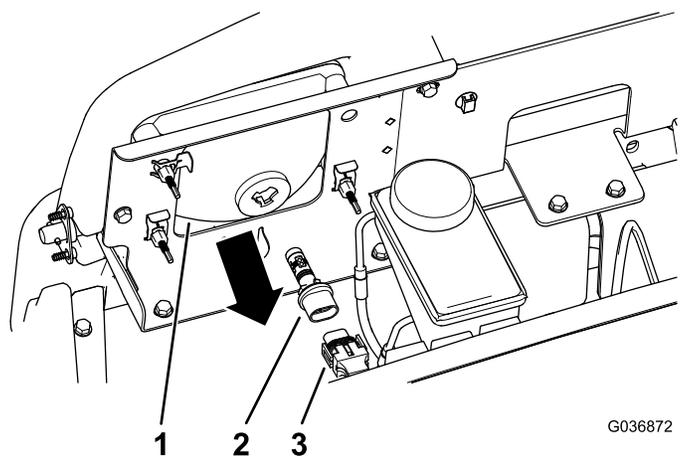

Рисунок 38
3. Отсоедините электрический соединитель жгута проводов от соединителя лампы в сборе в задней части корпуса передней фары (Рисунок 38).
4. Поверните лампу в сборе на $\frac{1}{4}$ оборота против часовой стрелки и одновременно переместите ее назад, чтобы извлечь из корпуса фары (Рисунок 38).
5. Вставьте новую лампу в сборе и корпус фары, совместите выступы в лампе с пазами в корпусе фары (Рисунок 38).
6. Закрепите лампу в сборе, повернув ее на $\frac{1}{4}$ оборота по часовой стрелке (Рисунок 38).
7. Подсоедините электрический соединитель жгута к соединителю нового узла лампы (Рисунок 38).